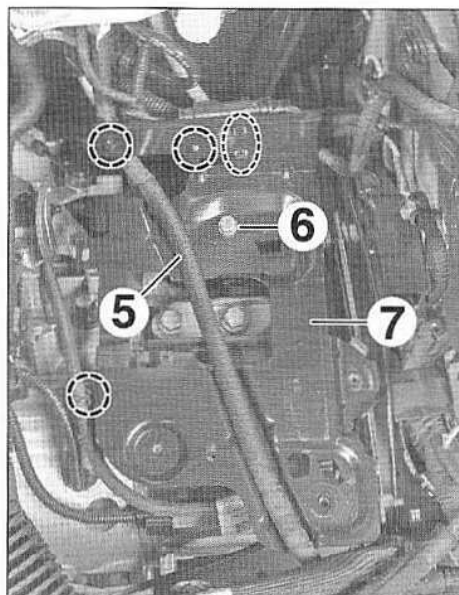

FIG.36
- Dégrafer et écarter les faisceaux attenants au support de batterie (Fig.36).
- Libérer le faisceau (5).
- vis (6),
- support de batterie (7).